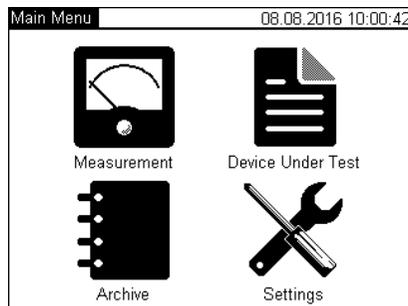
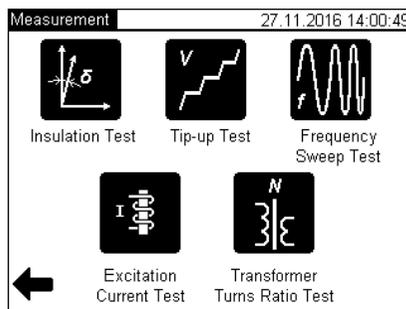

Рисунок 9.1
Рисунок 11.1
1) Перейти в окно "Main Menu", для чего нажать один или несколько раз кнопку  в окне, которое открылось после включения питания. На экране появится окно (рисунок 9.1).
Для этого в окне "Main Menu" (рисунок 9.1) нажать кнопку . На экране появится окно "Device Under Test" (рисунок 10.1), разделенное на 4 поля:
Скорректировав информацию во всех четырех полях, нажать кнопку  для ее сохранения и выхода в основное окно "Main Menu" (рисунок 9.1). Внесенная информация сохраняется для всех дальнейших измерений до ее следующего изменения. Изменить ее можно по описанной процедуре из основного окна или непосредственно после выполнения измерения при сохранении его результатов.
После нажатия кнопки  в окне "Main menu" (рисунок 9.1) на экране появится окно "Measurement" (рисунок 11.1) с режимами, которые выполняет CA7200: "Insulation Test", "Tip-up Test", "Frequency Sweep Test", "Excitation Current Test", "Transformer Turns Ratio Test".
окно "Measurement" (рисунок 11.1), в котором нажать кнопку . На экране появится окно "Insulation Test" (рисунок 11.10).